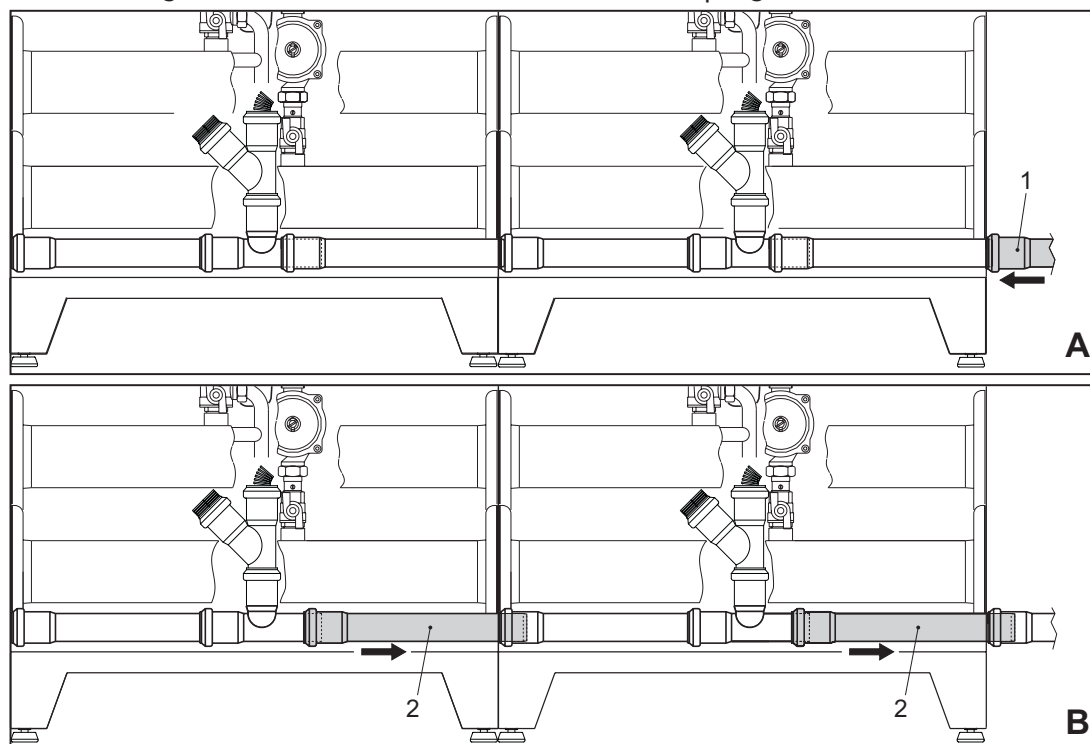

fig. 8
- Prima di serrare i dadi, verificare il corretto posizionamento di tutte le guarnizioni ed innestare tra loro i tubi di scarico condensa dei due moduli (vedi fig. 8).